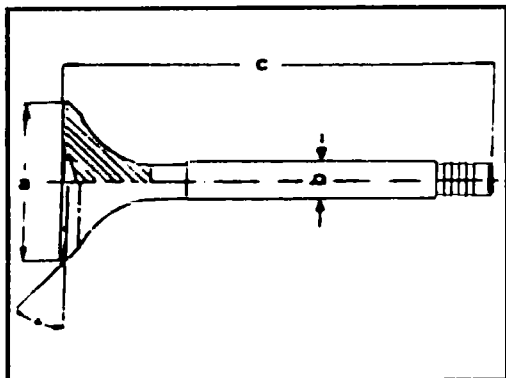

Рис. 2.18 Главные размеры клапана
- ◆ Измерьте указанные на рис. 2.18 размеры клапанов. Все клапана с размерами, несоответствующими требованиям, замените.